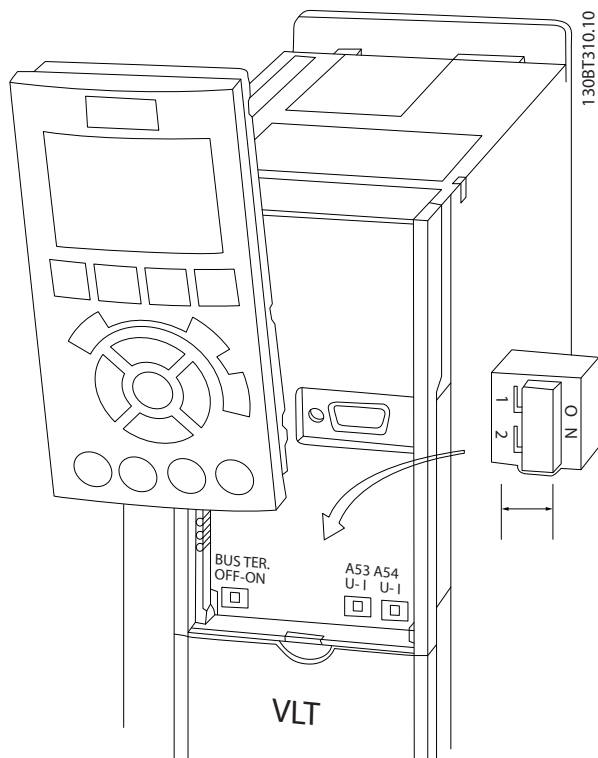

Abbildung 3.35 Lage der Schalter für die Klemmen 53 und 54
- Sie erreichen die Schalter, indem Sie das LCP abnehmen (siehe *Abbildung 3.35*). Die Optionsmodule in Steckplatz B decken diese Schalter ggf. ab. Entfernen Sie diese zum Ändern der Schaltereinstellungen. (Trennen Sie vor Arbeiten am Frequenzumrichter immer die Netzversorgung.)